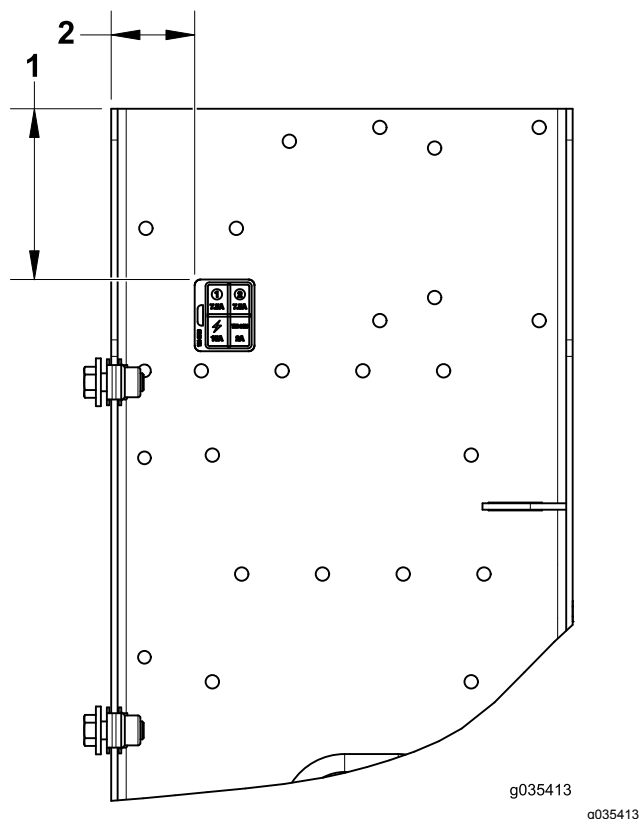

Figura 10
2. Localice y coloque la pegatina sobre fusibles en la ubicación mostrada (Figura 10).